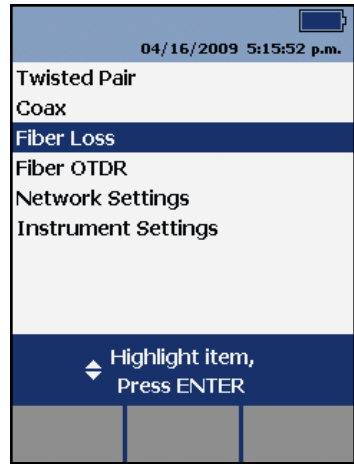
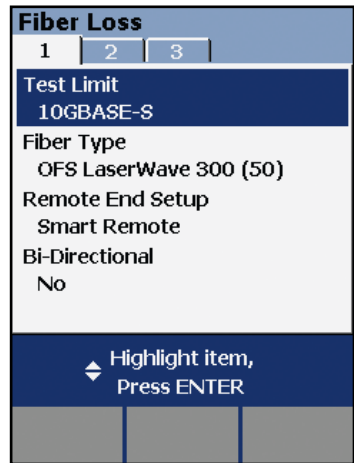

Figura 2a
Figura 2b
b. Selecione 'Fiber Loss' na tela Setup, como mostrado na **Figura 2a**. Nessa tela de configuração, escolha a partir de um padrão no menu até selecionar os limites corretos: selecione a opção 'Test Limit' mostrada na Figura 2b. Observe que os limites de teste da fibra escolhido irá limitar as opções de limite do teste. Os tipos mais difundidos de fibra também foram incluídos no menu do instrumento.
Como exibido na **Figura 2b**, a mesma tela de configuração permite selecionar a opção 'Remote End Setup'. Ao utilizar o DTX Smart Remote com o módulo de teste de fibras, escolha 'Smart Remote' como fizemos neste exemplo. Em tal modo, o instrumento medirá automaticamente o comprimento do enlace sob teste.
Teste bidirecional. Caso queira testar a fibra nos dois sentidos, lembre-se de selecionar essa opção na tela de configuração (veja a Figura 2b). Quando o testador solicitar a conexão de teste no outro sentido, não esqueça de inverter o TRC na extremidade do enlace. **NÃO** remova os TRCs das conexões no testador.